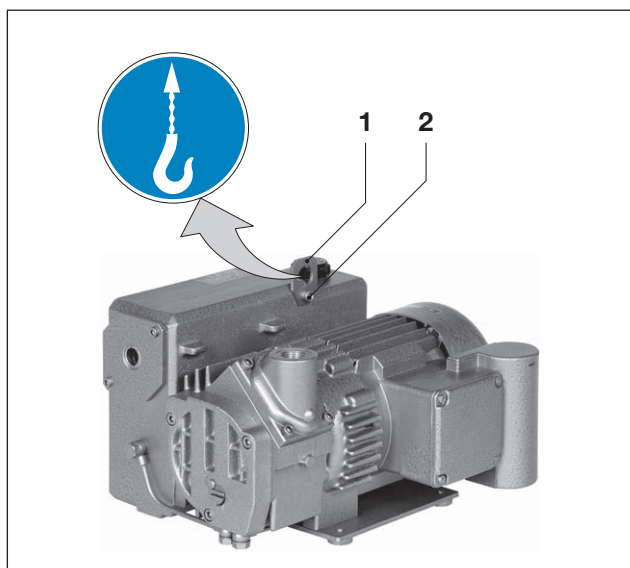

Fig. 1 Lyfta och transportera
- Dra åt ringskraven (fig. 1/2) ordentligt på transportöglet (fig. 1/1).